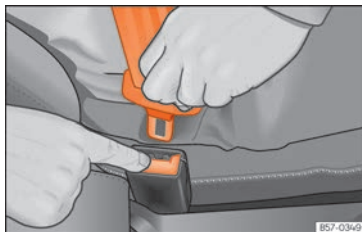

Abb. 11 Schlosszunge vom Gurtschloss lösen.
- Rote Taste im Gurtschloss drücken »» **Abb. 11**. Die Schlosszunge springt heraus.